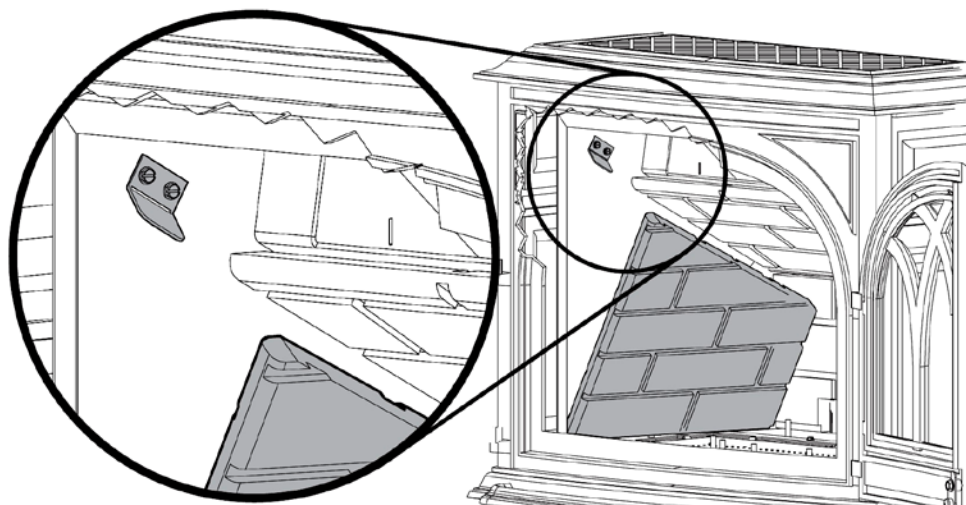

Figure 40. Installation des panneaux de brique.
2. Repérer les languettes de fixation aux coins supérieurs de chaque côté de la chambre de combustion. Pliez chaque languette de fixation, assez pour engager les panneaux de brique latéraux. Voir la figure 40.